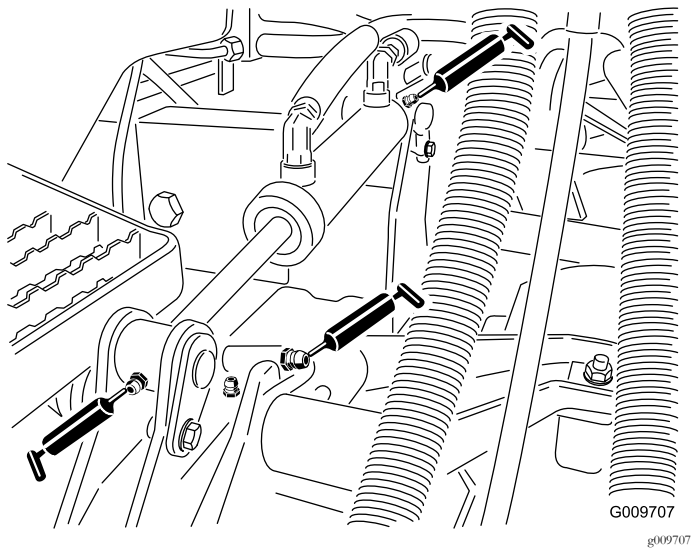

Figura 35
- Casquillos de brazo de elevación (1 por carcasa) tal y como se muestra en la Figura 35
- Casquillos de cilindro de elevación (2 por carcasa) tal y como se muestra en la Figura 35